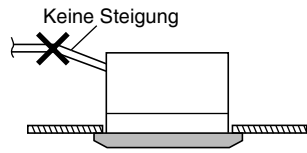

Abb. 3-10
- Das Rohr nicht so einbauen, dass es von der Anschlussstelle aus ansteigt. In diesem Fall fließt das Ablaufwasser zurück in das Gerät, was nach dem Ausschalten eine Undichtigkeit verursacht. (Abb. 3-10)